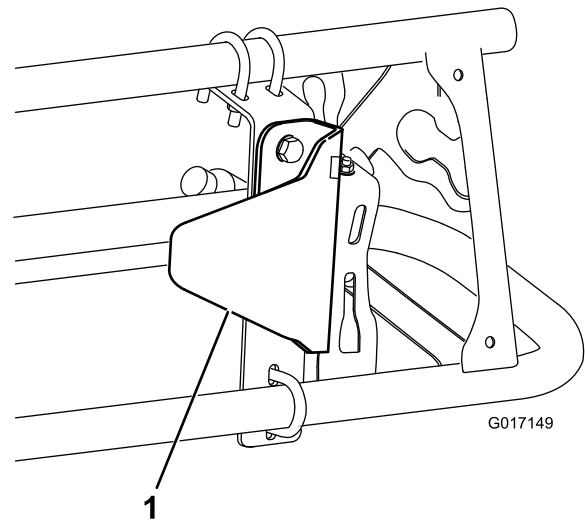

Figura 7
2. Instale o suporte da protecção do sensor no suporte de montagem com 2 parafusos (5/16 x 3/4 pol.) e 2 porcas flangeadas (5/16 pol.) como é mostrado em Figura 7.